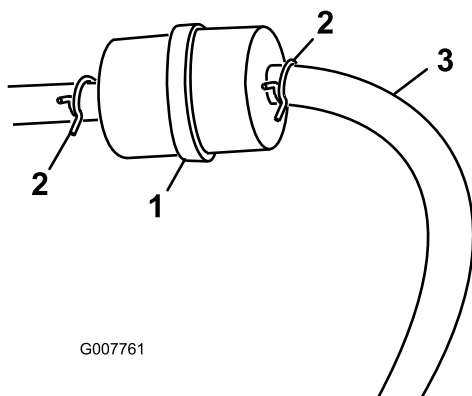

Figura 27
3. Premete le estremità delle fascette stringitubo ed allontanatele dal filtro (Figura 27).
5. Montate un nuovo filtro ed avvicinate le fascette stringitubo al filtro (Figura 27).
3. Allentate la fascetta stringitubo e spostatela in alto sul tubo del carburante, lontano dal filtro del carburante (Figura 27).
4. Scollegate il tubo del carburante dal filtro del carburante (Figura 27).
Nota: Lasciate spurgare la benzina in una tanica apposita o in una bacinella (Figura 27).
5. Collegate il tubo del carburante al filtro del carburante. Infilate la fascetta vicino al filtro del carburante, per fissare il tubo del carburante (Figura 27).